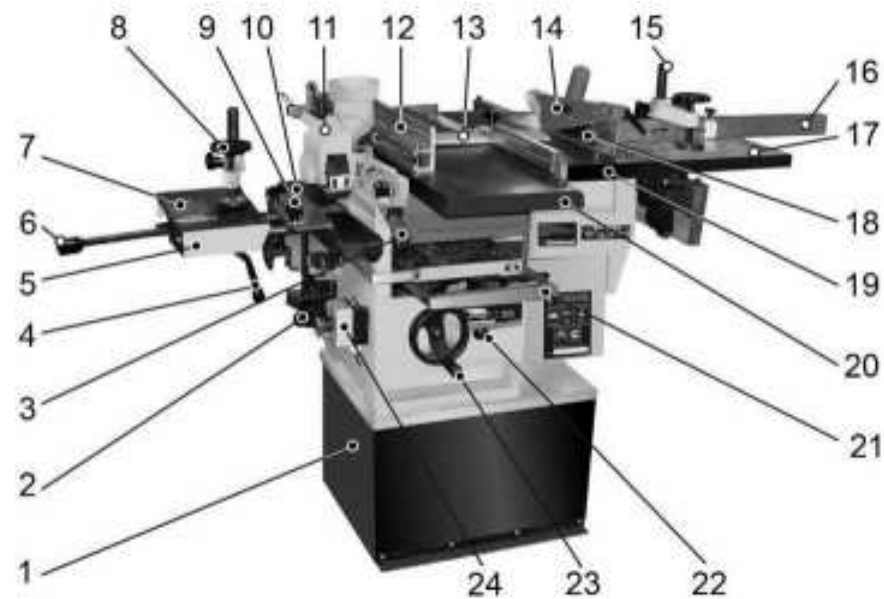
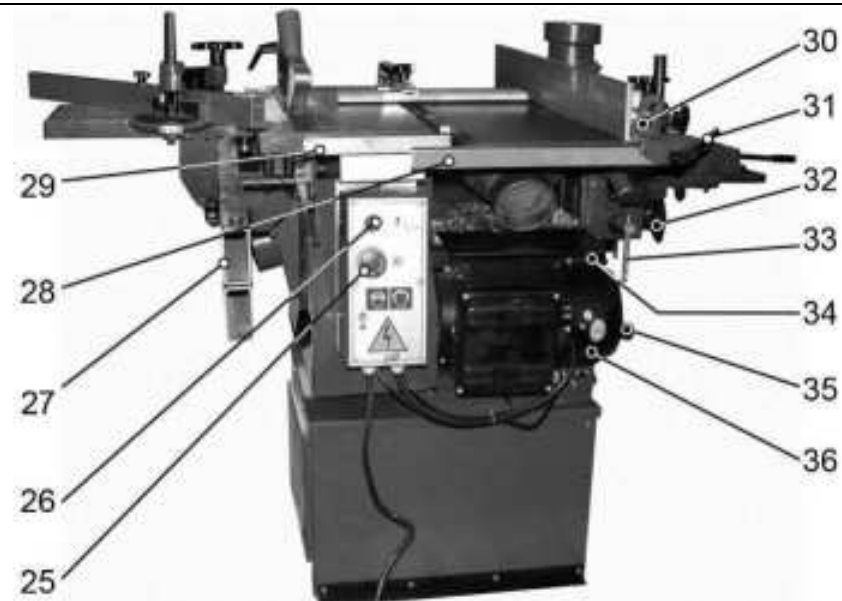
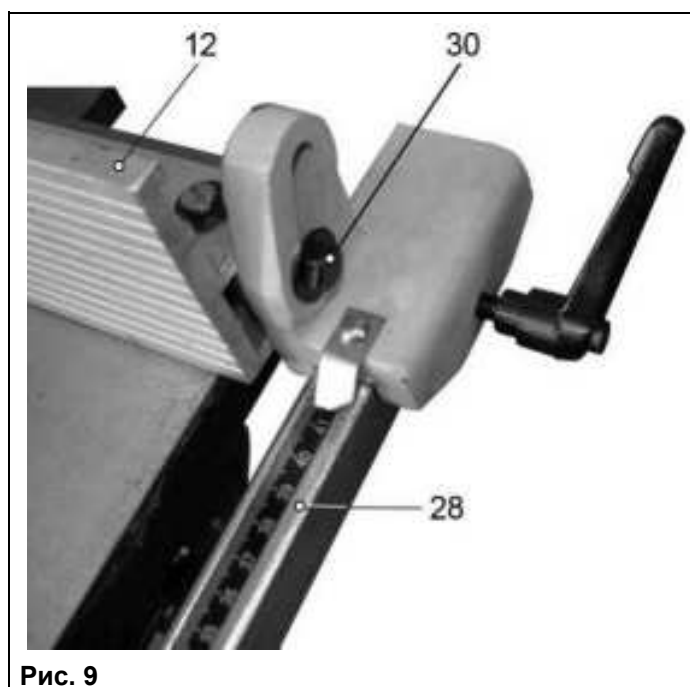

Рис. 2
Рис. 3
Рис. 9
7.1. Станок состоит из следующих сборочных единиц и деталей (Рис. 2, 3)
8.2.1. Как показано на Рис. 2, 3, 5, со стороны пильного диска (18) установите и закрепите направляющую суппорта.
8.2.9. Закрепите болтом с шайбой (30) направляющую планку (12) к держателю, Рис. 9. В зависимости от намеченной операции направляющая планка (12) устанавливается на опоры (28) или (29), Рис. 3, 9.
9.9.1. Для включения станка необходимо (Рис. 2, 3):
- если одна или обе красные кнопки аварийного выключателя (25), (24) находятся в утопленном положении, кнопки повернуть по часовой стрелке до их выхода из фиксированного положения;
включение станка производится нажатием на зелёную кнопку включения (26), скорость вращения двигателя постепенно повысится до максимальных оборотов, Рис. 3;
- нажмите на красную кнопку аварийного выключателя (25) или (24);
- во избежание непреднамеренного включения станка, (нечаянного нажатия на зелёную кнопку во время обслуживания станка) нажатую красную кнопку аварийного выключателя (25) или (26) поверните по часовой стрелке до фиксации в утопленном положении;